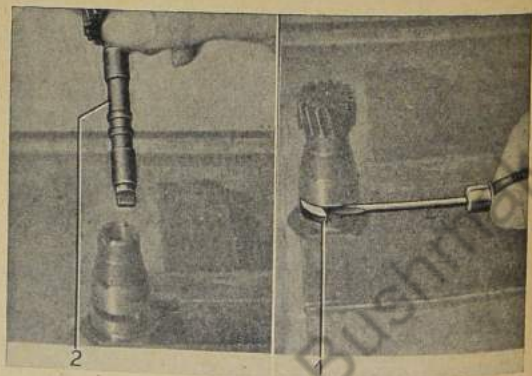

Bild 467: Anschlußstück für Geschwindigkeitsmesser zerlegen
10. Scheibenfeder aus dem Anschlußstück für Geschwindigkeitsmesser-Antrieb mittels Schraubenzieher herausdrücken. Antriebskleinrad herausziehen (Bild 467).